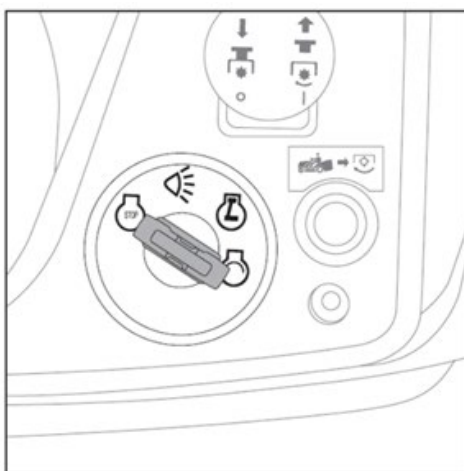

Fig.14
1. Para encender los faros, gire la llave desde la posición "RUN" a la posición "FARO". (Fig. 14)